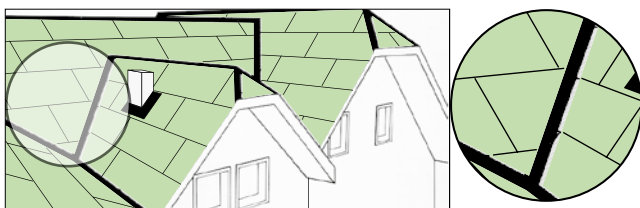

Abb. 14 Senkrecht verlaufende Plattensöße dürfen nicht in Kehlen münden.
- Bei Kehlen beachten, dass die senkrecht verlaufenden Plattensöße immer auf einen unteren waagrechten Plattenstoß treffen und nicht in eine Kehle münden (mind. 10 cm waagrechte Fugenstoßlänge). Dadurch wird ein kapillarer Feuchtetransport unter die Kehlenabklebung verhindert (Abb. 14).